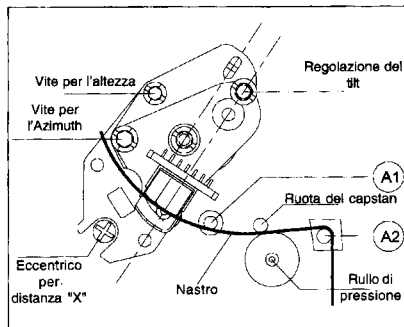

Fig. M13
- Collegare l'oscilloscopio (in DC) al testpoint dell'involucro per visualizzare il segnale TRIV e con il cacciavite eccentrico regolare in modo da ottenere la massima tensione (fig M13).